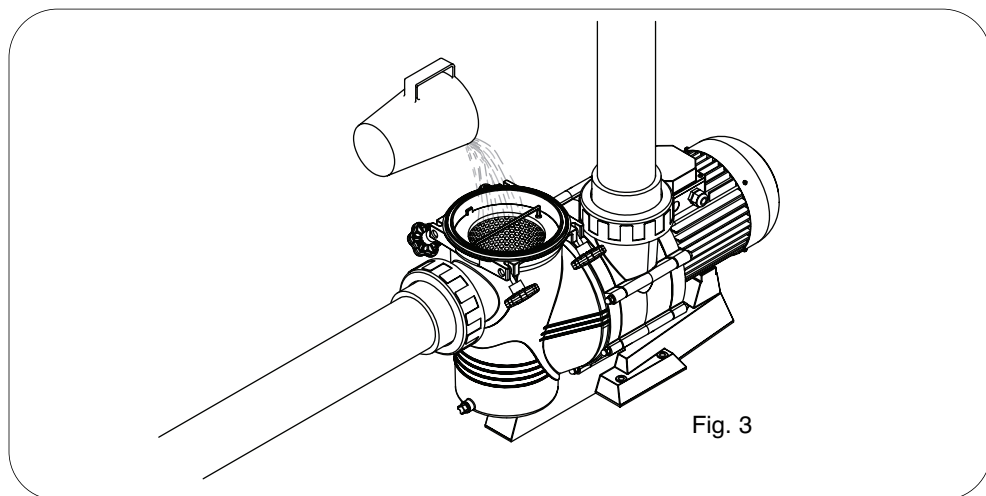

Fig. 3
- Para el correcto funcionamiento de la bomba se debe de proceder al cebado del prefiltro de la bomba hasta que el agua aflore por el conducto de aspiración.( Fig.3)
- Las bombas en ningún caso pueden trabajar sin haber sido llenadas previamente de agua, ya que de lo contrario, ello puede dañar la junta mecánica provocando pérdida de agua por ésta. (Fig.3)